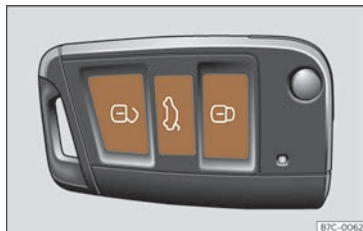

Fig. 48 Chave por control remoto: teclas.
- Bloquear: prema o botón  >>> **fig. 48.**